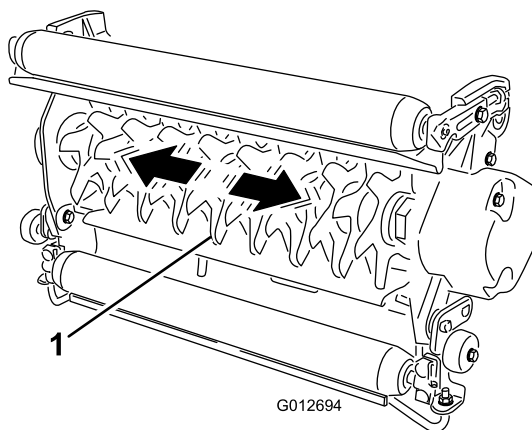

Figura 9
1. Tenete fermo l'albero del cilindro e provate a spostare il gruppo cilindro da un lato all'altro (Figura 9).